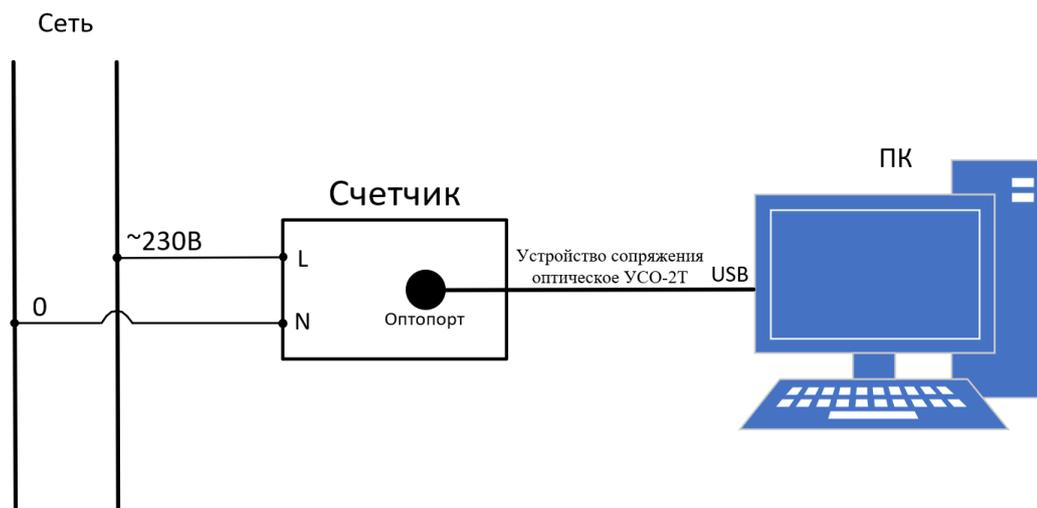

Рисунок 24 – Подключение счетчика к ПК через оптопорт
4.5.12 Подключить счетчик к ПК через оптопорт (рисунок 24):